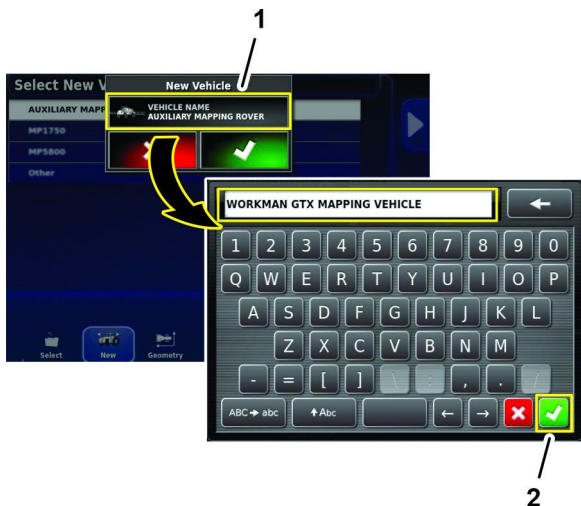

Figura 186
6. Na caixa de diálogo "novo veículo", pressione o ícone NOME DO VEÍCULO, utilize o teclado virtual para digitar um nome para o veículo de mapeamento e, em seguida, pressione o ícone Confirmar (Figura 186).